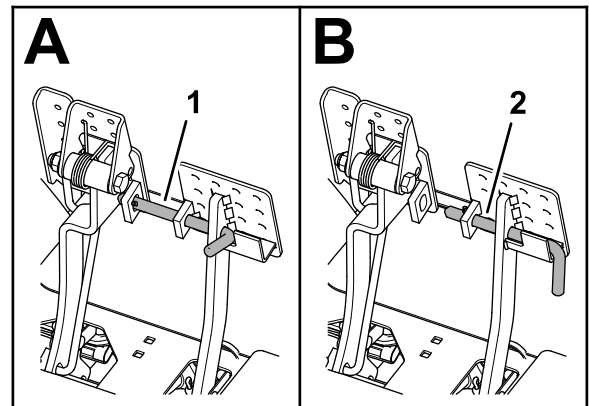

図 159
2. 左右のペダルが独立に動けるように、ブレーキペダルのロックピンを外す **図 159**。